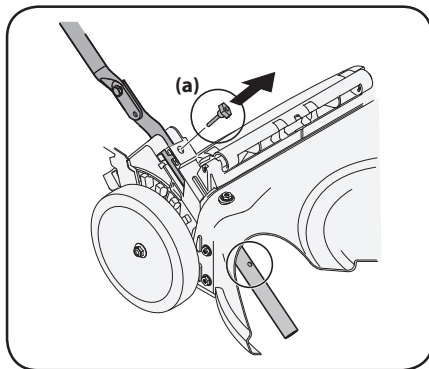
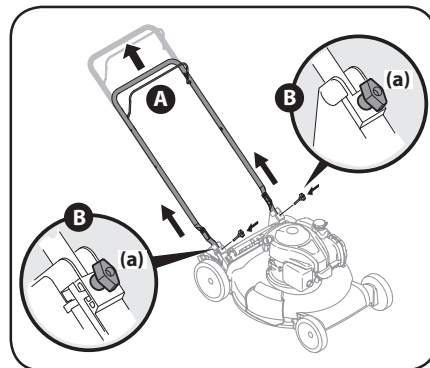

Figure 2-3
Figure 2-4
4. Retirez les boulons à oreilles (a) des supports du guidon. Voir Figure 2-3.
- a. Tirez le guidon vers le haut jusqu'à ce que les trous dans la partie inférieure (voir l'encadré de la Figure 2-3) s'alignent avec les trous des supports du guidon. Voir Figure 2-4.
- b. Insérez les boulons à oreilles (a) retirés à l'étape 4 dans les supports du guidon et dans le guidon inférieur. Serrez bien les boulons pour fixer le guidon. Voir Figure 2-4.